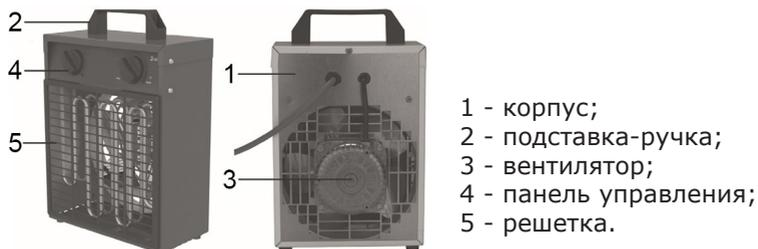

Рис. 1. Устройство прибора
Несущая конструкция тепловентилятора (см. рис. 1) состоит из корпуса (1) и ручки (2). Вентилятор (3) расположен в задней части тепловентилятора. Блок управления расположен в верхней части корпуса под крышкой. Органы управления вынесены на переднюю панель (4). Внутри корпуса расположены трубчатые электронагревательные элементы, закрытые с лицевой стороны тепловентилятора решеткой (5). Воздушный поток, втянутый вентилятором в корпус, проходя между трубчатыми электронагревательными